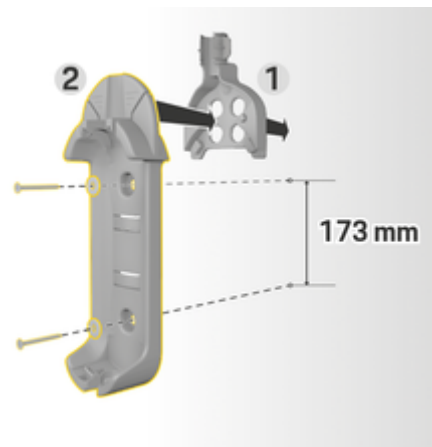

Fig. 53: Dimensões de perfuração
3. Pressione o suporte de parede básico 2 (Fig. 53) para a guia do cabo 1 (Fig. 53) a partir da frente.